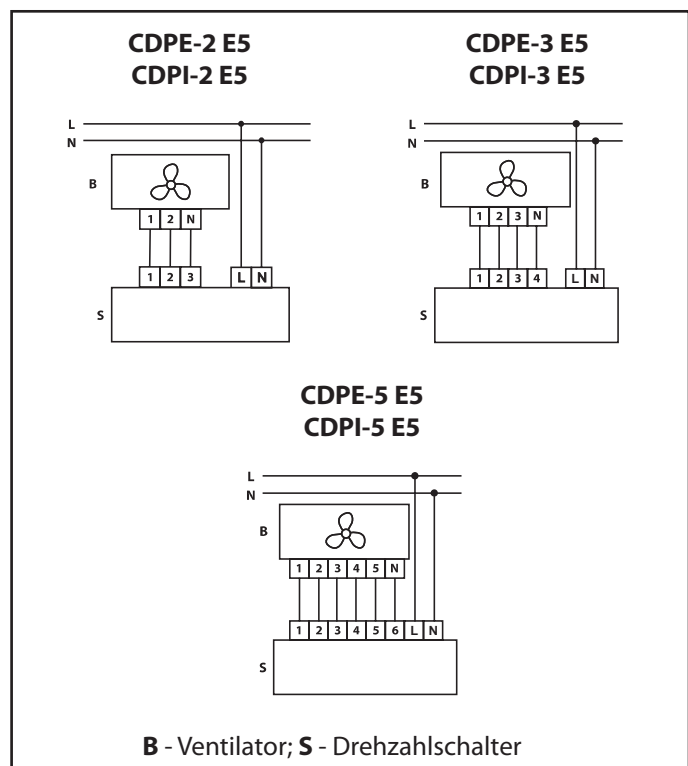

Abb. 4. Anschlusschema für den Drehzahlwechsler
9. Schließen Sie die Drähte an die Klemmleisten laut dem Anschlusschema, Abb. 4.
10. Schließen Sie die Drähte an die Klemmleisten laut dem Anschlusschema, Abb. 4.
Der Anschluss des Drehzahlwechslers an die mehrstufigen Lüftungsanlagen und Ventilatoren erfolgt gemäß dem Anschlusschema in Abb. 4.